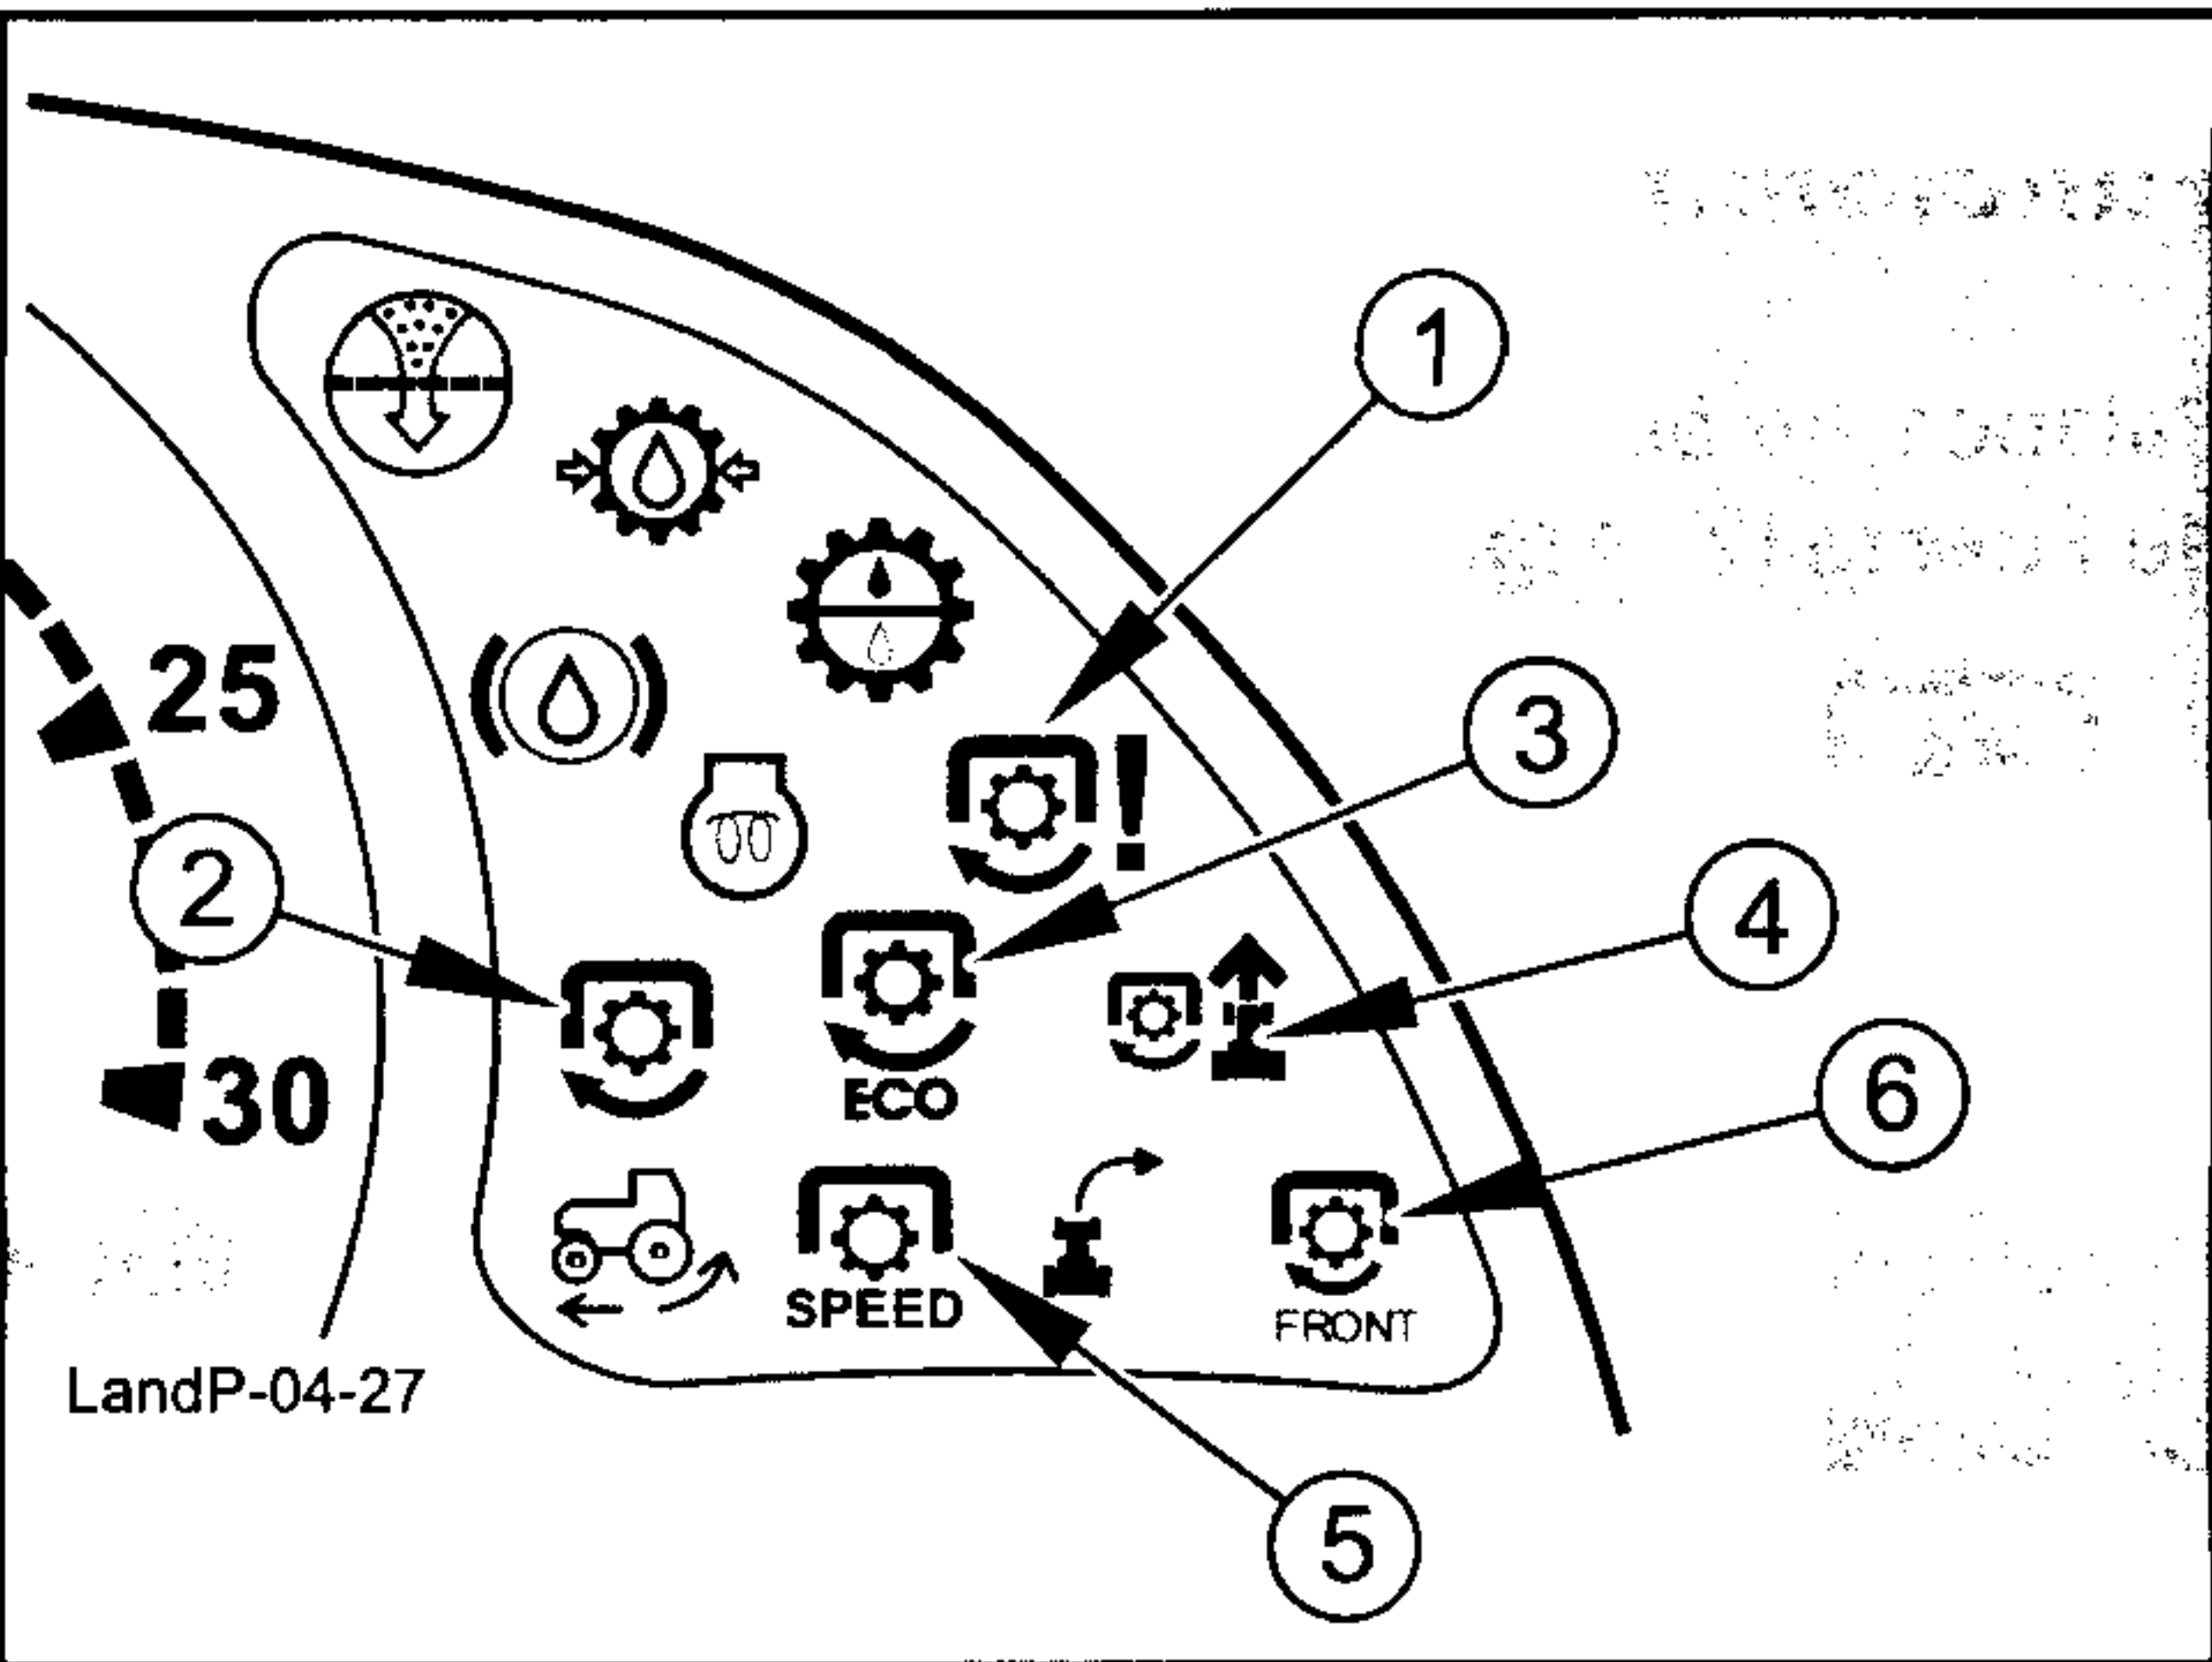

Fig. 4-32
Cuando la Toma de Fuerza está acoplada se enciende el indicador luminoso del tablero de instrumentos (2 - Fig. 4-32).
Apretar a fondo el pulsador ON/OFF (1). El indicador luminoso TdF en el tablero de instrumentos (2 - Fig. 4-32) se apaga.
Alzar el collar de bloqueo (2) del pulsador ON/OFF y luego alzar el botón (1) en posición ON. El pulsador quedará en posición ON mientras que el indicador luminoso TdF en el tablero de instrumentos (2 - Fig. 4-32) se enciende.
Cuando se supera el regimen máximo permitido para la TdF se enciende el indicador luminoso (1 - Fig.4-32) del salpicadero.